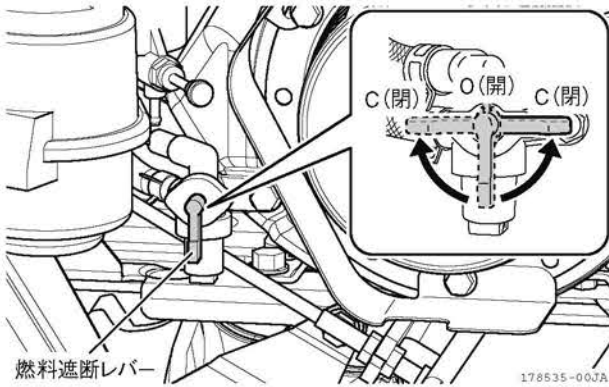

図 2-43 燃料遮断レバー
6. 燃料遮断レバーを「C」(閉)位置にします。(図 2-43)